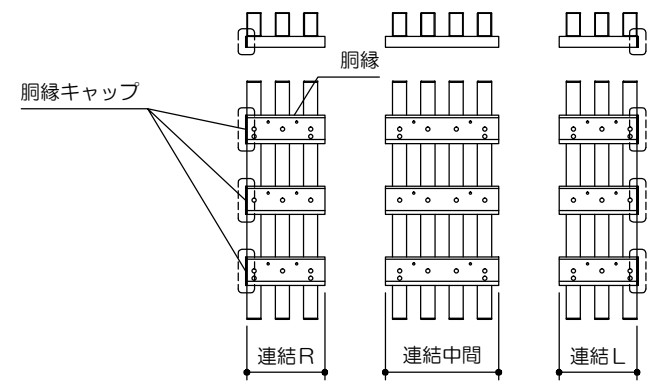

図2. 胴縁キャップの取付(連結仕様)
- 本体セットを連結する仕様の場合は、左右両端側の本体セットに胴縁キャップを取付けてください（図2）。